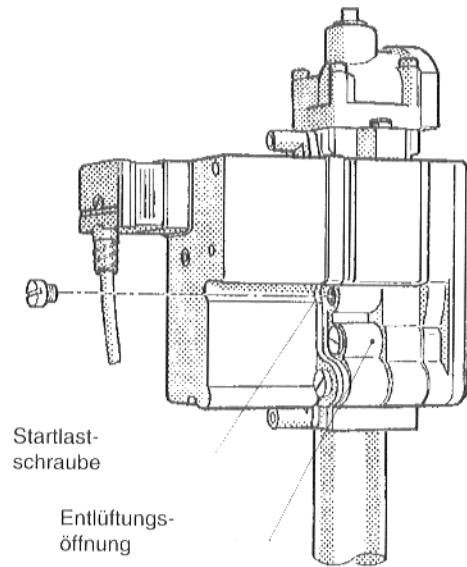

Abb. 37: Gasbrennerarmatur "BM" 762-012
- Schutzschraube über der Startlastschraube entfernen (Abb. 37).
druck am U-Rohr-Manometer ablesen und durch Drehen in Plus- oder Minus-Richtung an der Startlastschraube (Abb. 37) auf